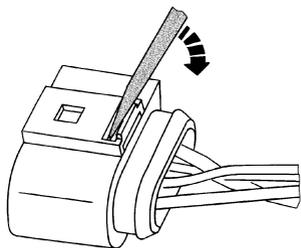

图 1-6 拆卸四孔插头
- 6) 如图 1-6, 小心地松开并拔出 4 孔插头。
① 拧下后备箱地毯下面连接法兰护板上的螺栓。
② 按图 1-6 箭头所示, 小心地松开插头, 并拔下 4 孔插头。
7) 小心地松开并拔下4孔插头(图1-6)。